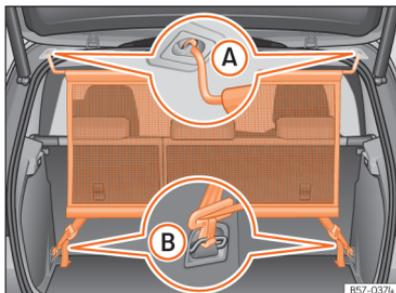

Abb. 170 Netztrennwand eingebaut.
- Netztrennwand in der linken Aufnahme am Dach »» (Abb. 170) A einhängen. Darauf achten, dass die Querstange über die obere Position hinaus nach unten gezogen wird.
- Netztrennwand in der rechten Aufnahme am Dach durch Zusammendrücken der Querstange »» (Abb. 170) A einhängen.
- Beide Haltehaken der Netztrennwand in die vorderen Verzurrösen im Gepäckraum »» (Abb. 170) B einhängen und die Gurte fest spannen.